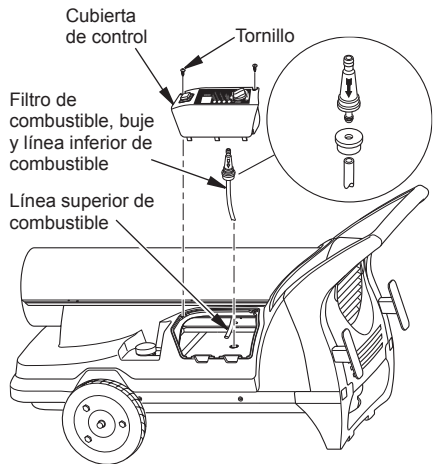

Figura 13 - Desmontaje del filtro de combustible
4. Quite la línea superior de combustible del cuello del filtro de combustible (consulte la figura 13).
5. Saque cuidadosamente el buje, el filtro de combustible y la línea inferior de combustible del tanque de combustible (consulte la figura 13).
3. Quite los dos tornillos de la cubierta del control con un destornillador phillips. Desmonte la cubierta del control (consulte la figura 13, página 13).
12. Vuelva a colocar la cubierta del control (consulte la figura 13, página 13).
2. Quite los tornillos de la cubierta del control utilizando un destornillador phillips (consulte la figura 13, página 13).